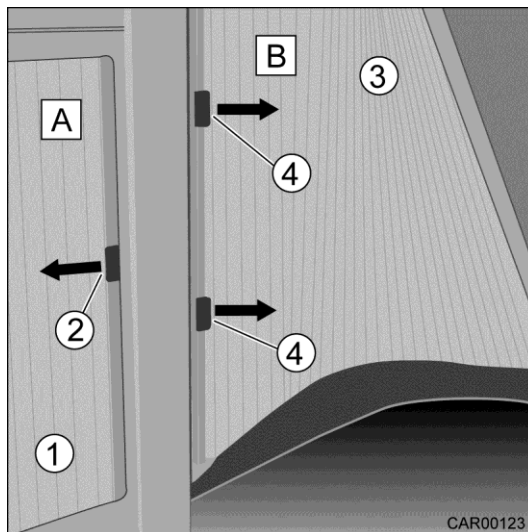

Fig. 74 Store occultant sur la vitre
1. Ouvrir le store (Fig. 74/1) dans le sens de la flèche (←).
2. Fermer le store (Fig. 74/1) dans le sens de la flèche (→) et le verrouiller au moyen d'un aimant (Fig. 74/2).
1. Ouvrir le store (Fig. 74/3) dans le sens de la flèche (→).
2. Fermer le store (Fig. 74/3) dans le sens de la flèche (←) et le verrouiller au moyen des fermetures à serrage (Fig. 74/4).